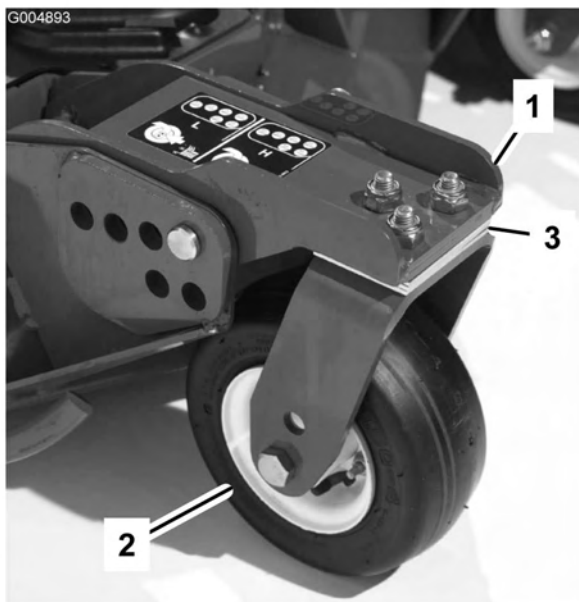

Bild 83
1. Entfernen Sie die Schrauben und Muttern, mit denen das vordere Laufrad an der Laufradgabel befestigt wird (Bild 83).